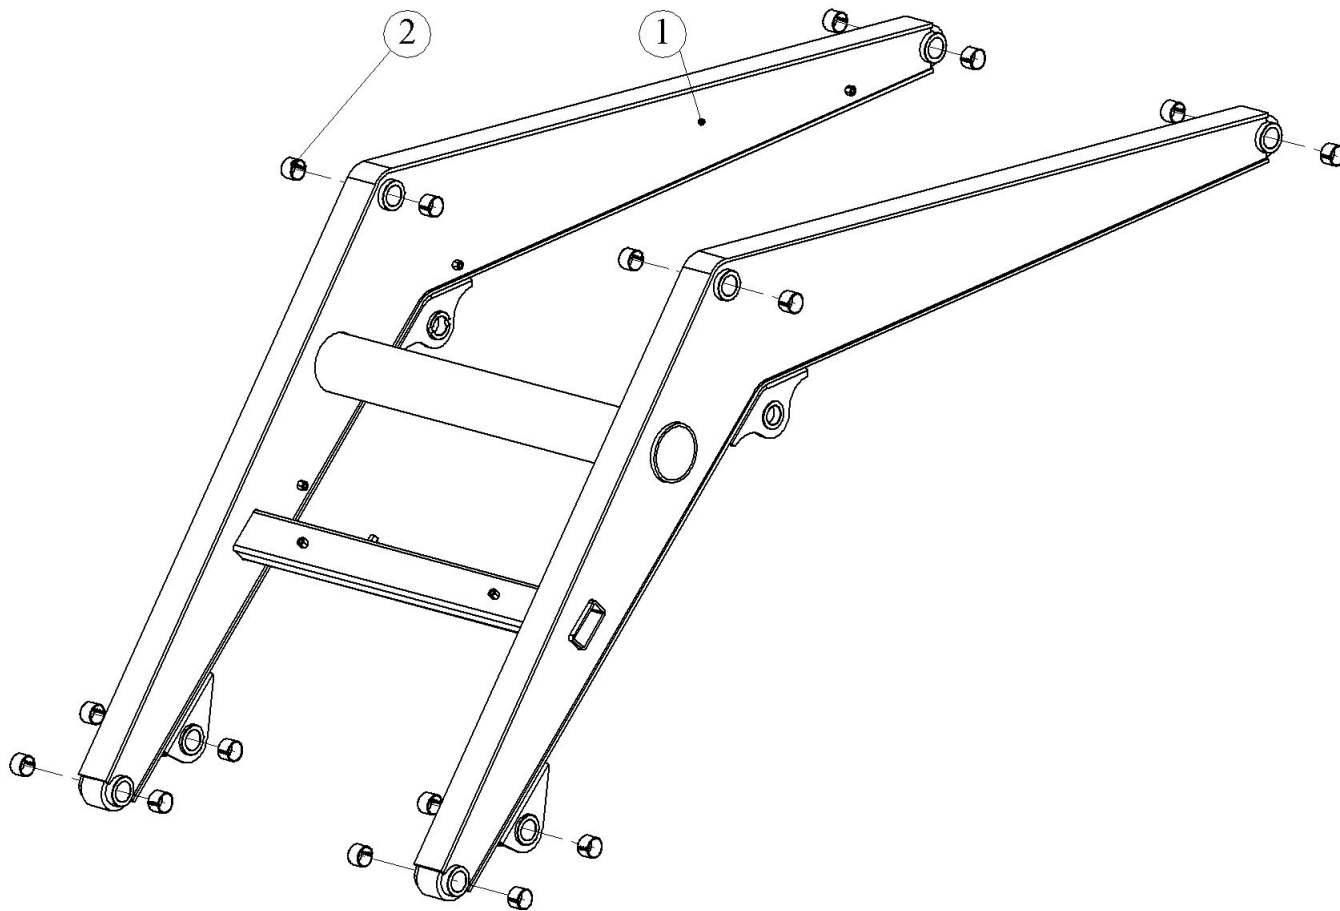

Рис. 7.6. Стрела в сборе
7.7. Стрела в сборе (рис. 7.6)